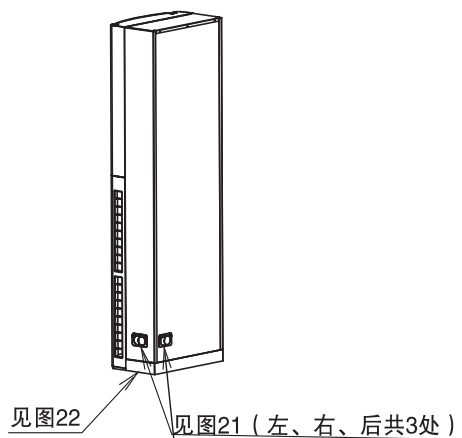

图20
- 在机组安装时，为了连接管、连接线的安装引出，请将图20中底座预留孔的塑料部分或后板和左右侧板上连接管盖板上的预留孔塑料部分去除。